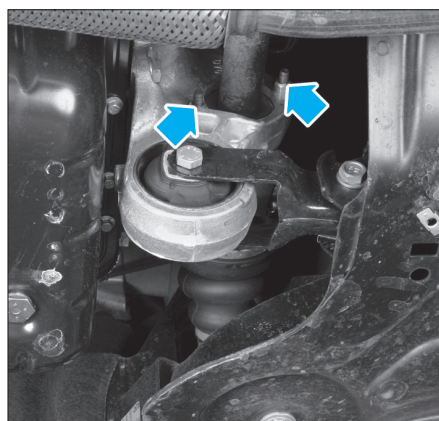

Fig. 3
- Desserrer suffisamment les écrous des vis de maintien du roulement de palier intermédiaire (Fig.3).